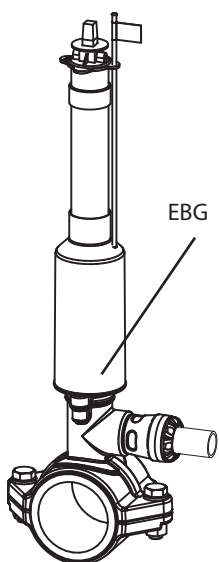

Bild 3
7. Montage der Einbaugarnitur: Es können fixlange oder verstellbare EBG's Verwendung finden. Der Anschlussvierkant entspricht der DIN 3223 E (**Bild 3**).